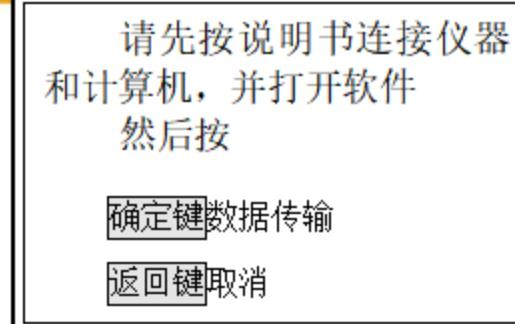

图 1.11 数据输出界面
6. 按仪器的**确定键**如图 1.11 所示界面中将并显示进度。